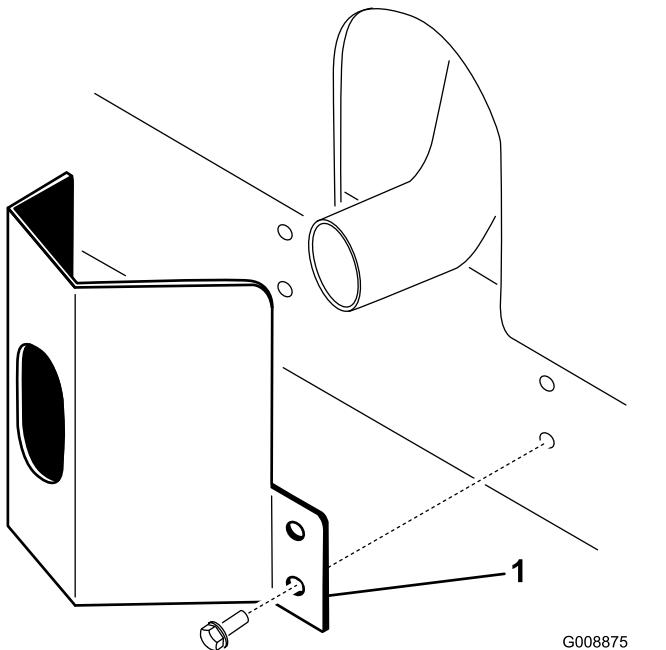

図 10
1. フレームについている取り付け穴に合わせてマフラーパーにガードを取り付ける図 10。
2. タップねじ本で固定する図 10。